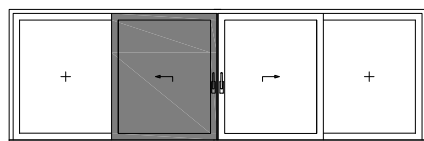

**Fig. 4 Unghiatura**
- Sigillare l'unghiatura con silicone (Fig. 4). Posizionare la battuta centrale **76657** a 17,5 mm dal bordo superiore dell'anta. Utilizzando la dima di foratura **T054** (Fig. 5), allineare verticalmente e preforare con punta Ø 3 mm. Fori fino a max. 20 mm dalle estremità del profilo, quindi a max. 200 mm tra di loro.